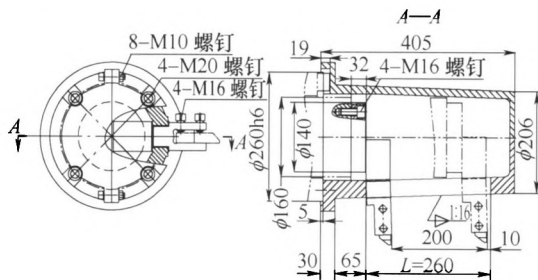

图 2
(1) 根据主轴、镗轴尺寸可确定壳体定位止口尺寸 $\phi 260h6$, 键槽宽 25.4h6, 导向面最大长度 $L = 260$ mm, 尺寸 L 以镗杆伸长不接触到壳体为内壁极限, 并留有安全距离。
(2) 根据镗杆端面螺孔确定垫块上螺孔大小及位置, 且垫块外径应小于镗杆外径, 以确保镗杆轴向行程, 厚度可根据实际结构确定, 具体结构如图 2 所示。